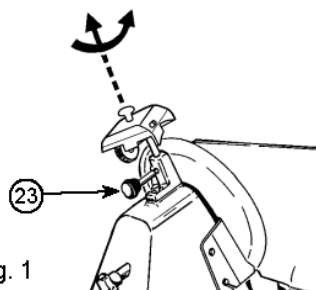
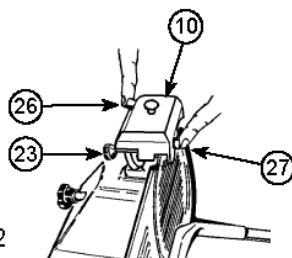

Fig. 1
Fig. 2
- Débranchez • Vérifiez que la cloison mobile est fermée (bouton gradué (6) en position "0"). • Nettoyez soigneusement la partie de la lame à affûter. • Réinsérez la prise. • Desserrez le bouton de verrouillage (23) du module aiguiseur (10). • Soulever le module aiguiseur (10), en le tournant de 180 ° de sorte que les deux roues soient en position de travail. Voir Fig. 1. • Abaissez le module aiguiseur (10) jusqu'à ce qu'il s'enclenche. • Fixez le groupe en tournant le bouton de verrouillage (23). Voir Fig.2. • Mettez l'appareil en marche. • Appuyez sur le bouton (26) et laissez la lame tourner pendant environ 1 minute. Lorsque la lame est immobile, vérifiez si une bavure s'est formée sur le bord. • Après